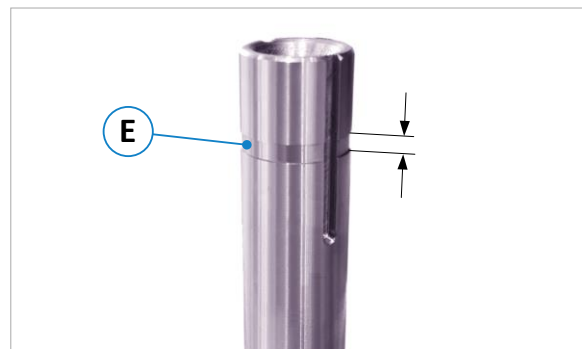

Abbildung 17: Markierung für oberen Distanzring
1. Lösen Sie an der Schnellspannmutter (M) die Spannschraube (C) mit dem im Lieferumfang enthaltenen SW4 Stiftschlüssel.
2. Danach die Fixierschraube (F) von Hand ganz aufdrehen und die Schnellspannmutter (M) durch Entnehmen entfernen.
3. Distanzringe (D) abziehen und das neue Fräs Werkzeug aufsetzen.
4. Nun ggf. erforderliche Distanzringe (D) aufsetzen. Es müssen so viele Distanzringe aufgesetzt werden, dass sich die obere Spannfläche des oberen Distanzrings in dem in ⇒ Abbildung 17 gezeigten Bereich (E) des Markierungseinstichs befindet.
5. Dann Schnellspannmutter (M) wieder aufsetzen und Fixierschraube (F) von Hand anziehen.
6. Spannschraube (C) nun mit dem SW4 Stiftschlüssel anziehen → Anzugsdrehmoment = **12 Nm**.
**Bei einem Anzugsdrehmoment der Spannschraube (C) von 12 Nm wird der Fräser mit ca. 30 kN (= 3 t) gespannt.**